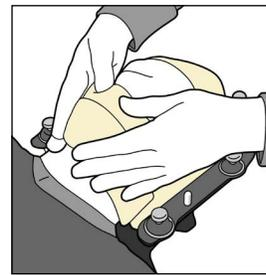

Fig. 14
6. Molde a máscara em torno do rosto do paciente usando os dedos e as mãos para moldá-la aos contornos do paciente, até que a máscara fique rígida. (Fig. 14)